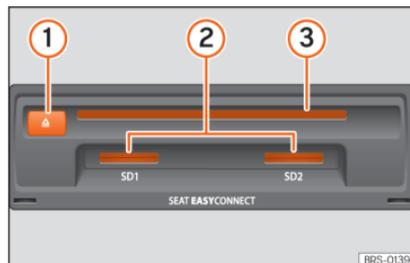

Abb. 194 Datenträger-Einschübe im Handschuhfach.
- CD nur so weit in den CD-Schacht »» **Abb. 194** ③ einschieben, bis sie automatisch eingezogen wird.
Kompatible Speicherkarte mit der abgeschnittenen Ecke zuerst und mit der Beschriftung nach oben (Kontaktflächen nach unten) in den Speicherschacht »» **Abb. 194** ② oder »» **Abb. 171** ⑨ einschieben, bis sie einrastet.